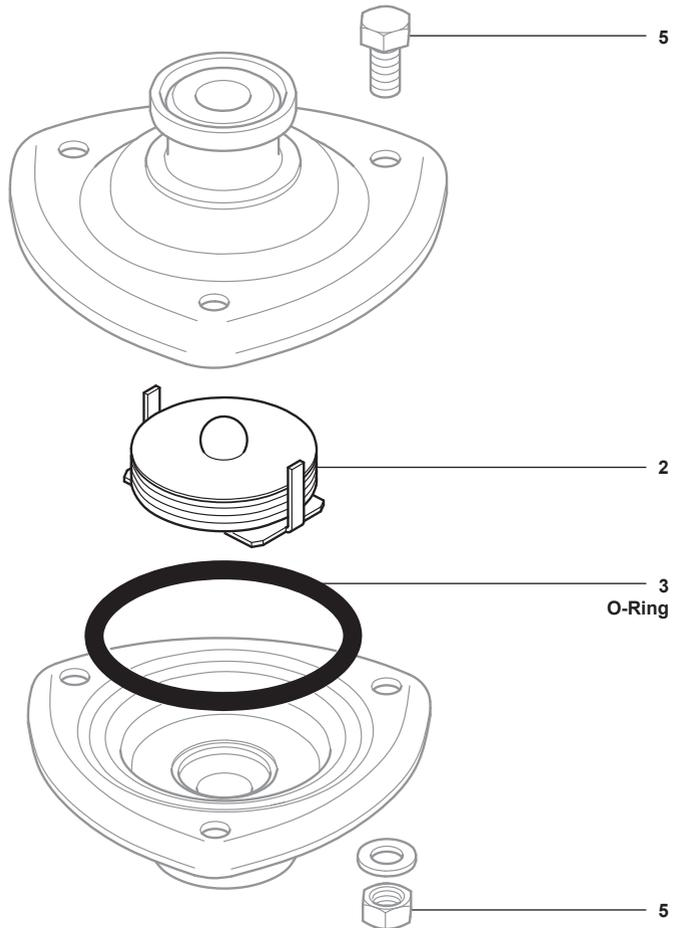

Abb. 2
- Der Endanschluss mit Innensitz, Dichtung und Kapselementsatz kann dann zur Reinigung oder zum Austausch entfernt werden. Stellen Sie sicher, dass die Kapsel beim Zusammenbau in der richtigen Position angebracht wird (siehe Abb. 2).